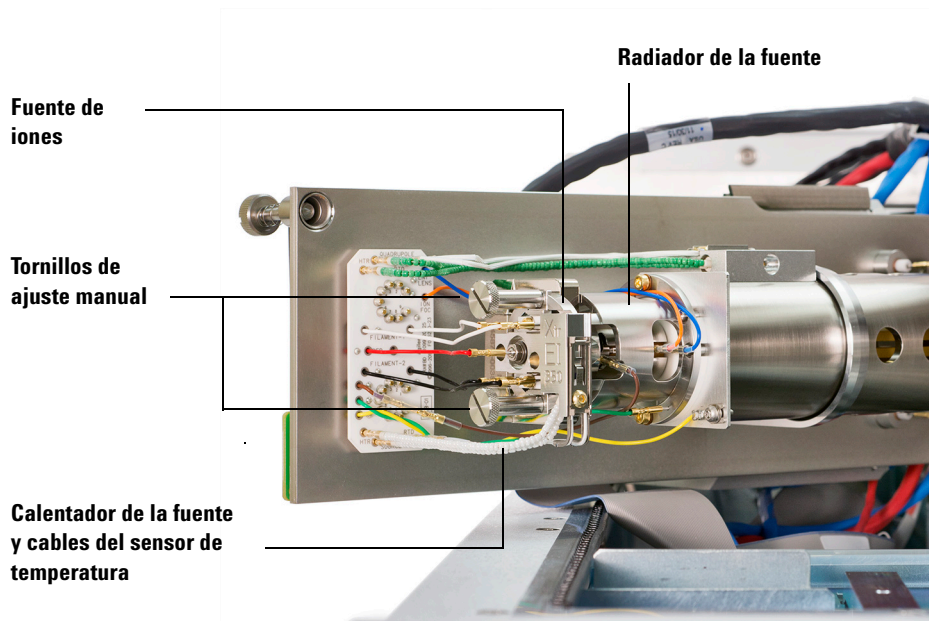

Figura 54 Instalación de la fuente EI XTR en un sistema de la serie 7000
- 3 Deslice la fuente de iones en el radiador de la fuente. (Consulte la Figura 54 en la página 182.)
- 4 Instale y apriete manualmente los tornillos de la fuente. No apriete los tornillos demasiado. (Consulte la Figura 54 en la página 182.)